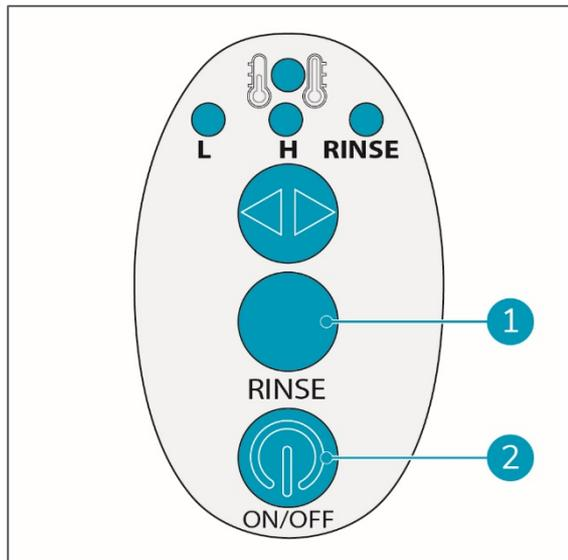

Figura 29
4. Prima o botão ON/OFF (ligar/desligar) (figura 29, posição 2) no controlo da pega.
5. Prima o botão RINSE (enxaguar) (figura 29, posição 1).
7. Solte o botão RINSE (enxaguar) (figura 29, posição 1).
9. Desligue a máquina através do botão ON/OFF (ligar/desligar) (figura 29, posição 2).